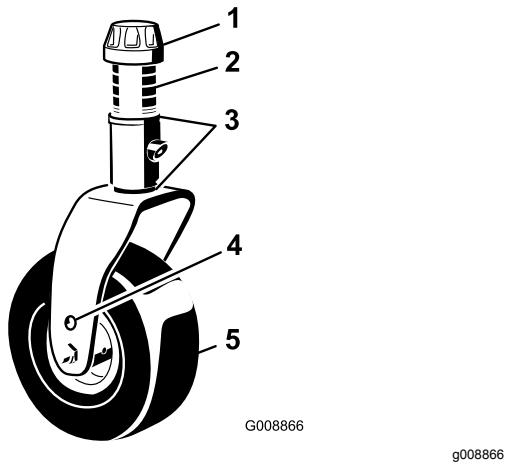

Рисунок 109
- Снимите колпачковую гайку с вала шпинделя и извлеките шпиндель из рычага поворотного колеса (Рисунок 109).